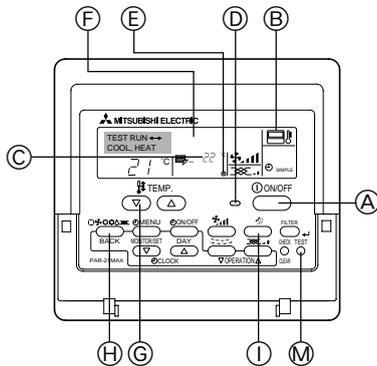

Fig. 7-1
7.2.1. Использование проводного пульта дистанционного управления (Fig. 7-1)
- ① Включите питание по крайней мере за 12 часов до начала пробного прогона.
- ② Дважды нажмите кнопку [TEST]. ➔ "TEST RUN" на ЖК-дисплее
- ③ Нажмите кнопку [Mode selection] (Выбор режима). ➔ Убедитесь в том, что воздух выдувается.
- ④ Нажмите кнопку [Mode selection] (Выбор режима) и переключитесь на режим охлаждения (или обогрева). ➔ Убедитесь в том, что выдувается холодный (или теплый) воздух.
- ⑤ Нажмите кнопку [Fan speed] (Скорость воздушного потока). ➔ Убедитесь в том, что скорость воздушного потока переключилась.
- ⑥ Проверьте работу вентилятора наружного прибора.
- ⑦ Выключите пробный прогон нажатием кнопки [ON/OFF]. ➔ Стоп
- ⑧ Введите телефонный номер.